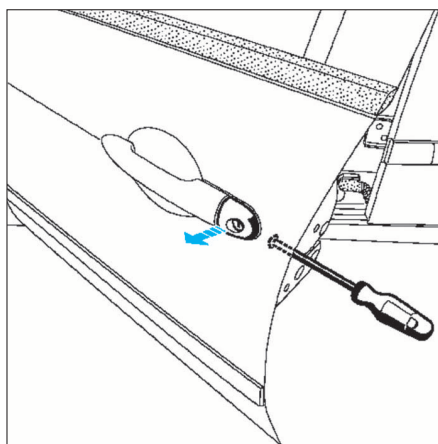

FIG. 73
- Dévisser la vis de verrouillage jusqu'en butée sans la déposer (Fig.73).